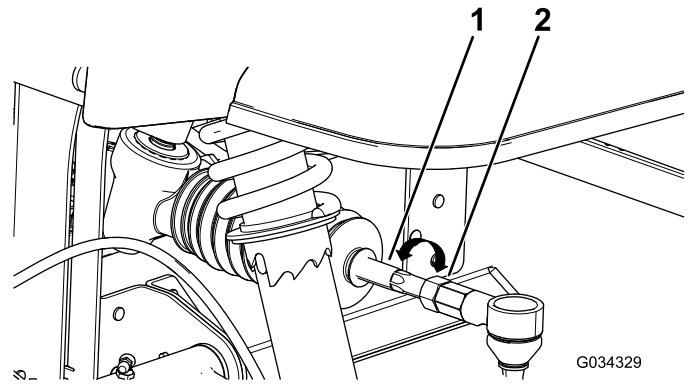

図 55
4. 前後の測定値の差が所定範囲 $0 \pm 3\text{mm}$ にならない場合は、タイロッドの外側端部にあるジャムナットをゆるめて調整を行う(図 55)。